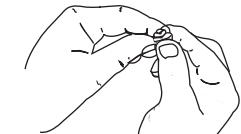

Fig. 33
- Pressez le filtre pour répartir et drainer l'excédent d'huile (Fig. 33).